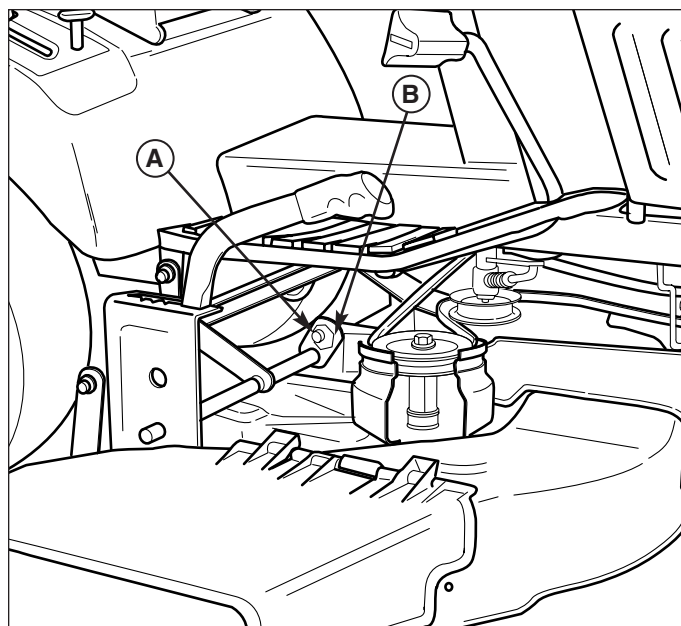

Figure 36. Ecrou de réglage pour la mise à niveau longitudinale
2. Voir la Figure 36. Mesurer la distance entre les extrémités avant et arrière de chaque lame et le sol, comme illustré. Les pointes des lames à l'avant doivent être au même niveau que les pointes à l'arrière ou plus hautes de 3 mm maximum. Si ce n'est pas le cas, passer à l'étape 3.
3. Voir la Figure 36. Desserrer l'écrou extérieur (A) et tourner l'écrou excentrique (B) pour relever ou abaisser l'arrière de la tondeuse. Quand la tondeuse est mise à niveau, maintenir l'écrou excentrique (B) tout en serrant l'écrou extérieur (A).